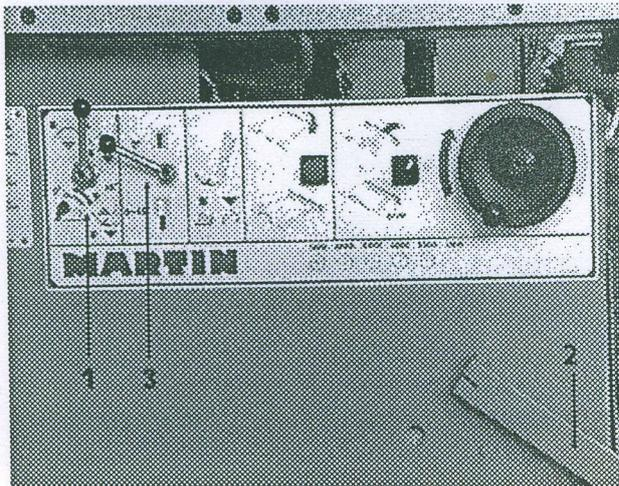

Bild 4.1
- Zur Höhenverstellung des Sägeblatts muß der Hebel 1 (Umschaltventil, Bild 4.1) nach oben umgelegt sein.
- Wird das Fußpedal 2 (Bild 4.1) durchgetreten, verstellt sich die Sägeblattwelle im Schnellhub nach oben. Durch Anheben des Fußpedals wird die Sägeblattwelle abgesenkt.
- Den Hebel 1 (Umschaltventil, Bild 4.1) nach unten umlegen und das Fußpedal 2 (Bild 4.1) einmal nach unten durchtreten.
- Den Arretierhebel 3 (Bild 4.1) nach unten drücken und halten, Fußpedal 2 anheben, bis der automatische Schwenkvorgang beginnt. Dann kann der Arretierhebel 3 losgelassen werden. Der Schwenkvorgang setzt sich solange fort, wie das Fußpedal angehoben wird. Durch Pumpen mit dem Fußpedal wird das Sägeblatt wieder in Richtung 0° Stellung geschwenkt.
- In 0° Stellung springt der Arretierhebel 3 (Bild 4.1) selbsttätig nach oben und rastet ein.
Nach dem Einstellen der gewünschten Gradzahl und während des Arbeitens mit schräggestelltem Sägeblatt muß der Hebel 1 (Bild 4.1) auf Heben/Senken, also nach oben gestellt sein.